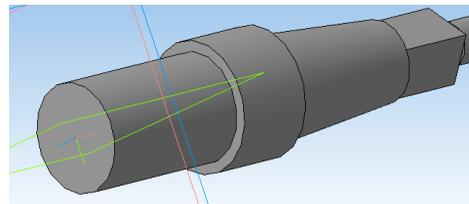

Рис. 19
10.1 Зажать колесо мыши, и повернуть Вал к себе другой стороной (см. рис. 19).